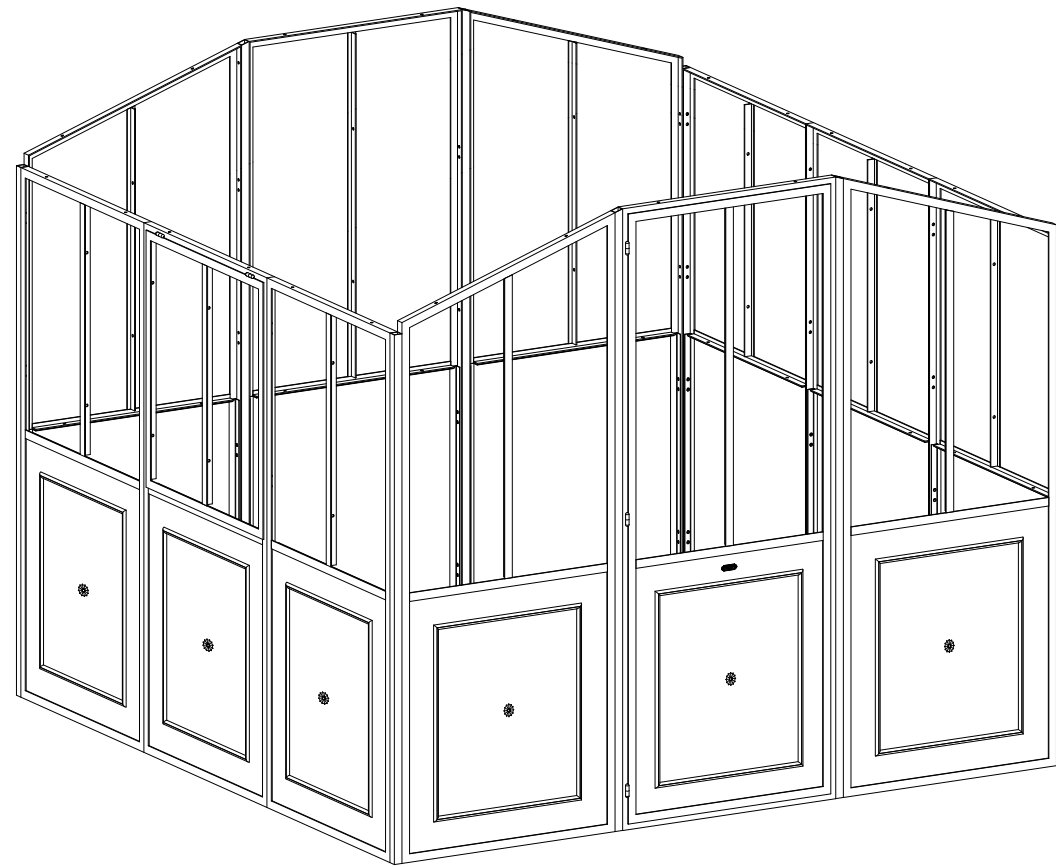

fig. 13
- I** Ripetere le operazioni fin qui descritte fino ad ottenere la struttura, come in fig. 13, fissata solo nella parte inferiore dei pannelli.
- GB** Repeat the operations described so far until obtaining a structure, as shown in fig. 13, only fixed in the lower part of the panels.
- F** Répéter les opérations jusqu'à obtenir la structure, comme indiqué en fig. 13, fixée uniquement dans la partie inférieure des panneaux.
- E** Repetir las operaciones anteriores hasta obtener la estructura de la fig. 13, fijada sólo en la parte inferior de los paneles.
- D** Die bis hier beschriebenen Vorgänge wiederholen, bis eine Struktur wie auf Abb. 13 dargestellt entsteht, die nur an der Unterseite der Platten befestigt ist.